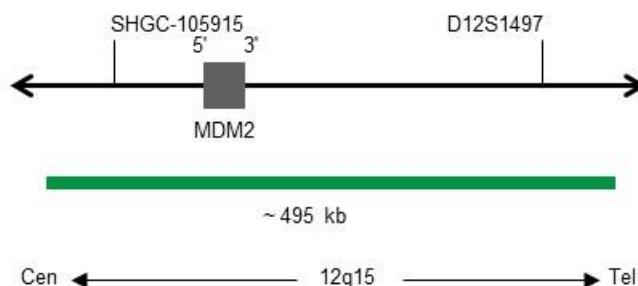

Fig. 1: Mappa della sonda SPEC MDM2 (non in scala)
- Polinucleotidi (~10 ng/μl) marcati con fluorocromo ZyGreen (eccitazione 503 nm/emissione 528), le cui sequenze target mappano in 12q15* (chr12:69,071,802-69,565,421) in cui è localizzato il gene MDM2 (vedere Fig. 1).